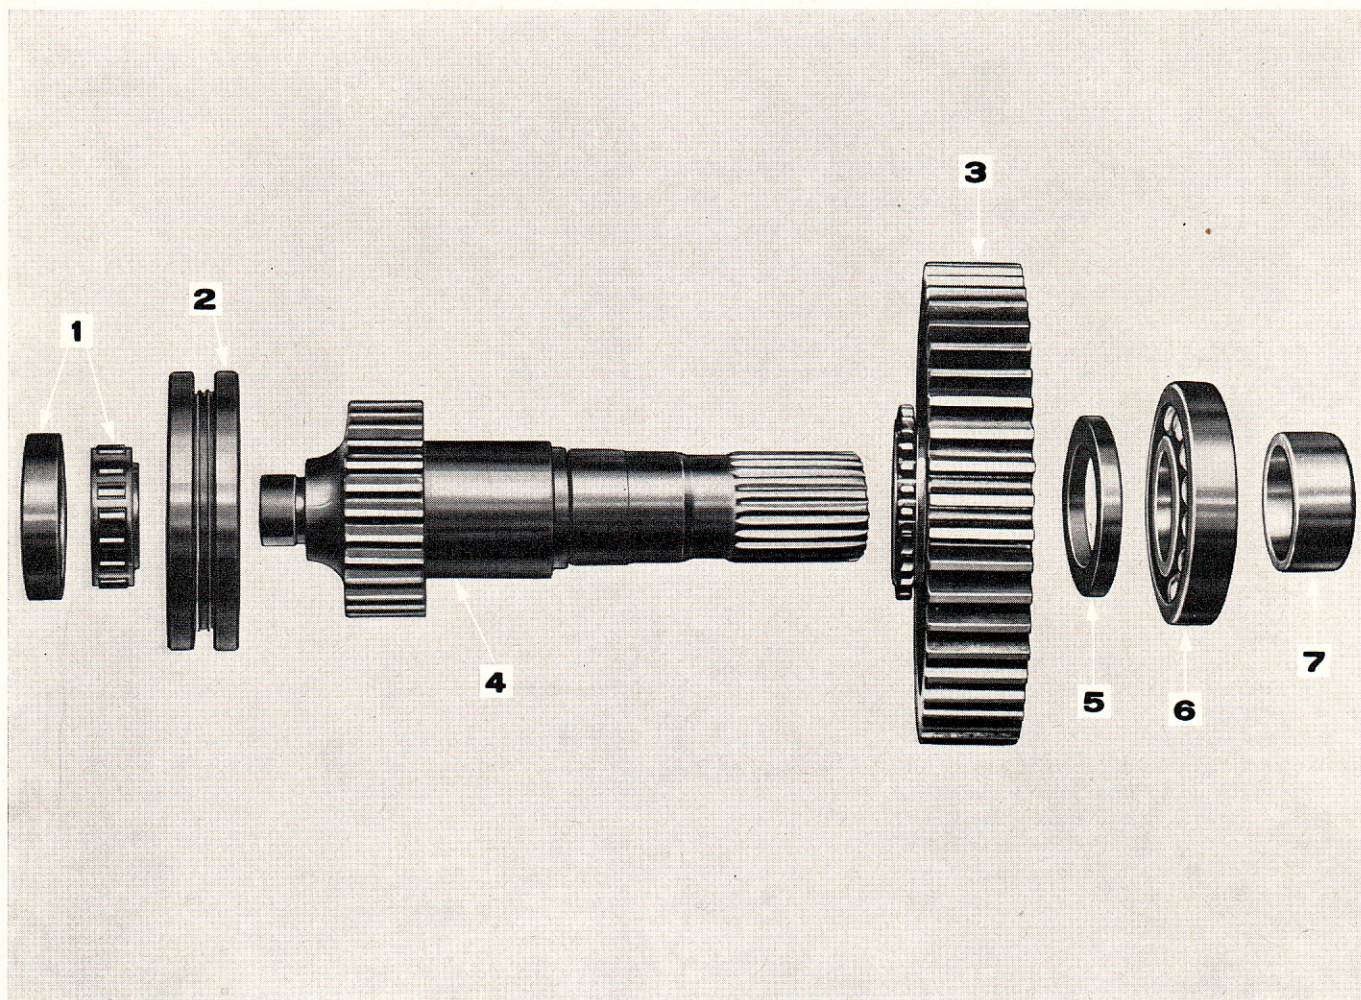

Figure 20: Vue éclatée des composants de l'arbre de sortie
3. Examiner le manchon d'arrêt d'huile de l'arbre de sortie (fig. 20) et le remplacer à moins qu'il ne soit en parfait état.
5. Placer le pignon d'arbre de sortie sur l'arbre de manière à ce que les crabots du pignon soient contigus aux crabots faisant corps avec l'arbre (fig. 20). Monter la rondelle de